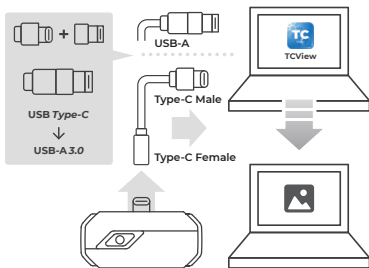

рисунок 4.11
2. Подключите камеру TC001 к компьютеру с помощью прилагаемого кабеля (см. рисунок 4.11).